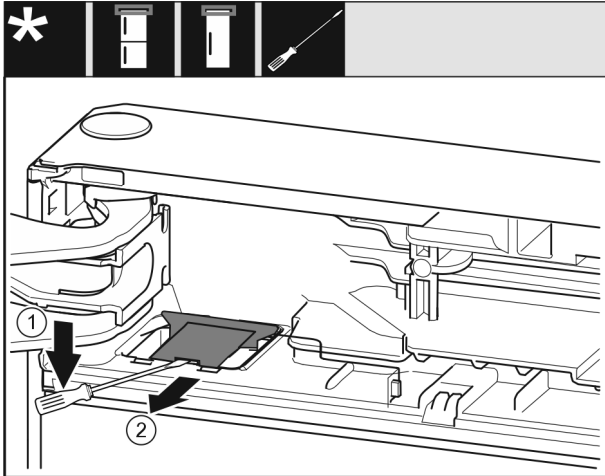

Fig. 13
- Dégager le cache Fig. 13 (1) au moyen d'un tournevis plat.
- Retirer le cache Fig. 13 (2).